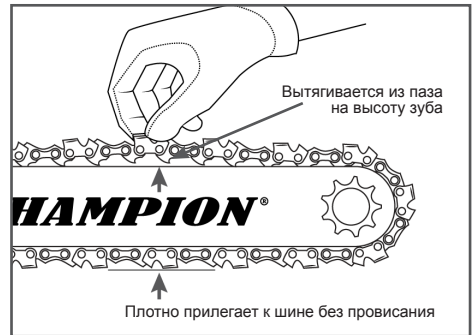

Рис. 6 Правильное положение цепи
3. Вращайте шестерню до тех пор, пока цепь не будет плотно прилегать к нижней части шины, на середине шины цепь должна выходить из направляющего паза на высоту зуба (Рис. 6).